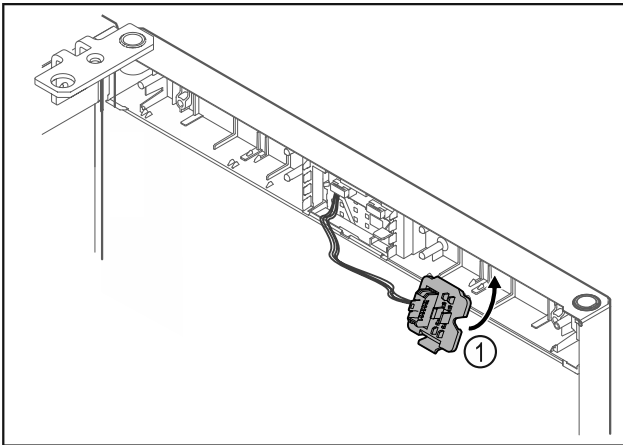

Fig. 19
- ▶ Užfiksukite kištuko laikiklį Fig. 19 (1) priešingoje pusėje.